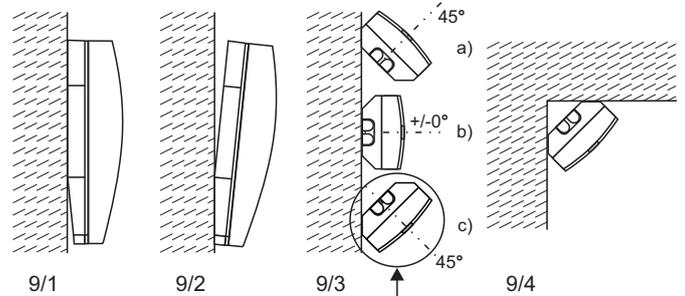

Abb. 9 Abreißsicherung hier nicht möglich
Montage gemäß Abb. 9/2
7.3 Montagemöglichkeiten (Abb. 9 und 10)
- 0° vertikal geneigt (Abb. 9/1)
- 3° vertikal nach unten geneigt (Abb. 9/2)
- 45° horizontal nach links oder rechts (Abb. 9/3)
- Eckmontage (Abb. 9/4)
Falls die in Abb. 9 gezeigten Möglichkeiten nicht ausreichen, können Sie den Melder auf das Verstellgelenk montieren.
Die Befestigung des Gehäuseunterteils ist abhängig von der Montageart gemäß Abb. 9:
- **0° vertikal geneigt** (Abb. 9/1)
- **3° vertikal nach unten geneigt** (Abb. 9/2)
- **45° horizontal nach links oder rechts** (Abb. 9/3)
- nach rechts: Schutzwandung ⑤ für Abreißsicherung (Rückseite) entfernen. Befestigung durch die 2 seitlichen Löcher ③.
- nach links: Befestigung durch die 2 seitlichen Löcher ④.
- **Eckmontage** (Abb. 9/4)
Beachten Sie bitte, dass die Abreißsicherung bei einer Montage gemäß Abb. 9/3c nicht verwendet werden kann!